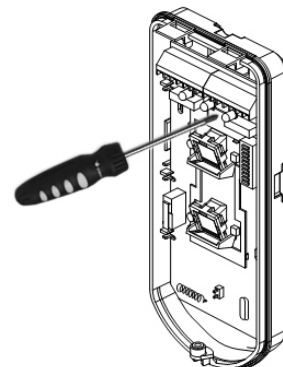

Figure 8: PCB
3. Fixez le socle externe au support orientable à l'aide des pressions prévues (Figure 8).
9. Pour rajuster le pivot standard lorsque la carte PCB est installée (Figure 8) :
- b. A l'aide d'un tournevis hexagonal, desserrez la vis de fixation (cf. Figure 8).